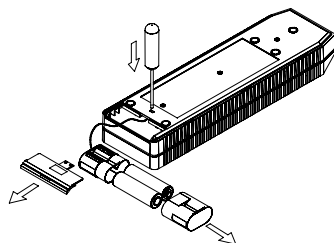

Рис.4. Способ открывания контейнера для элементов питания.
- Разместить щелочные элементы (аккумуляторы) типа R6 (AA) в контейнере для элементов (рис. 4);